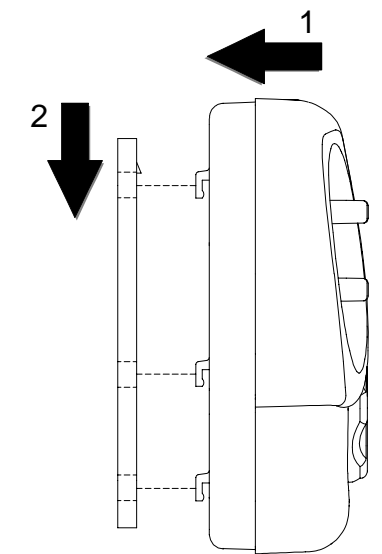

Fig. 4: Inserimento termostato sulla piastra / How to snap the thermostat on its plate
2. Detach the plate fixed at the thermostat back by pressing the plastic tooth shown in Fig. 4 and, at the same time, pull the plate to the bottom until it becomes free from the plastic base.
4. Mount the thermostat base on the wall plate by fitting the base teeth in the relevant holes on the wall plate, then apply a slight pressure towards the bottom until the plate fixing tooth snaps (Fig. 4).
2. Sganciare la piastra attaccata alla base del termostato spingendo il dentino plastico indicato in Fig. 4 e, allo stesso tempo, spingere la piastra verso il basso fino a liberarla dalla base.
4. Attaccare la base del termostato alla piastra facendo dapprima coincidere i dentini della base con gli appositi fori della piastra e successivamente esercitare sulla base una pressione verso il basso fino a far scattare il dentino plastico della piastra (Fig. 4).